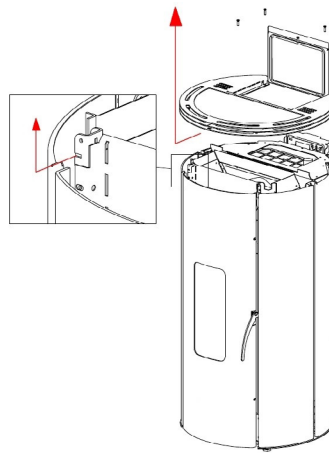

Fig. 38 - Verwijdering van de afdekking
- Het deksel verwijderen (zie **Fig. 38 op pag. 22**).